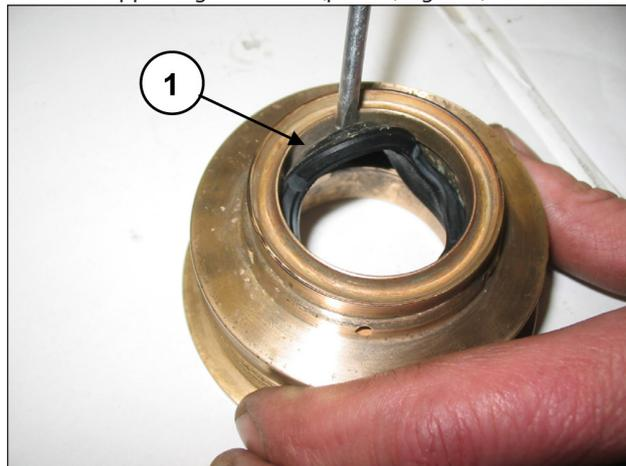

Fig. 148
Per togliere la guarnizione di bassa pressione è necessario utilizzare uno spessore o un attrezzo che non danneggi la sede del supporto guarnizione (pos. ①, Fig. 148).